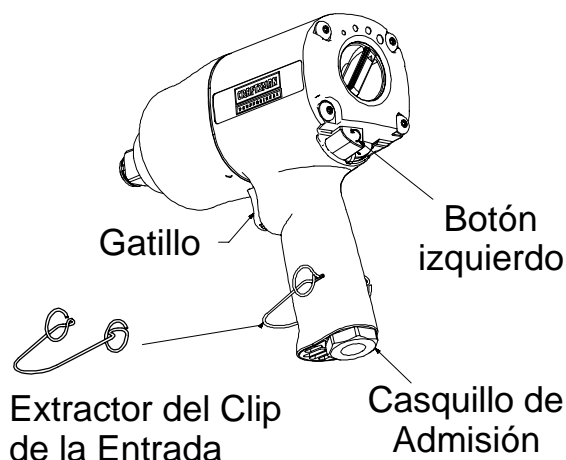

Figura 6
**NOTA:** Para facilitar el desmontaje recomendamos utilizar el extractor de clips de admisión (43). Véase la figura 6.